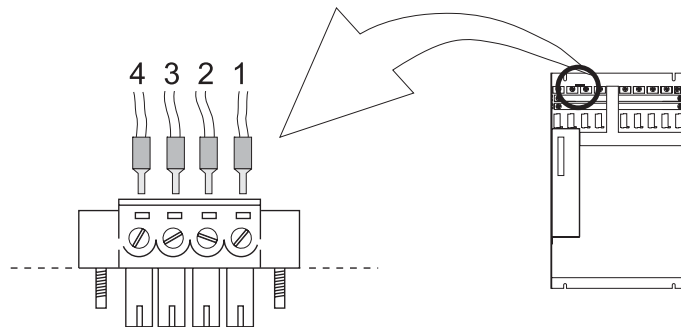

Abbildung 21: Sicherheitsrelais X68
- 1) Position, siehe Abbildung 21 auf Seite 55
- 1) Position, siehe ►Abbildung 21◀ auf Seite 55